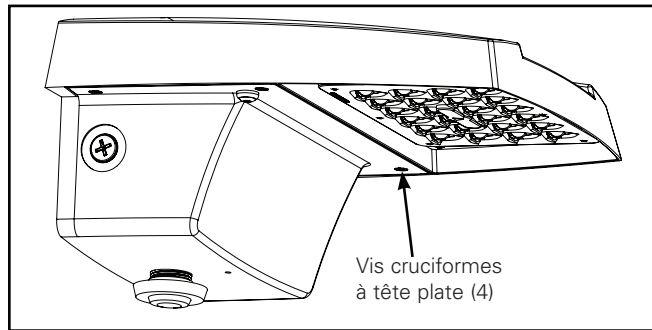

Figure 9.
1. Pour accéder à l'intérieur du luminaire, desserrez les quatre (4) vis cruciformes à tête plate et séparez le boîtier du luminaire de la porte rabattable. Veuillez noter que les vis de la porte sont imperdables. Elles n'ont pas besoin d'être complètement retirées de la porte (figure 9).